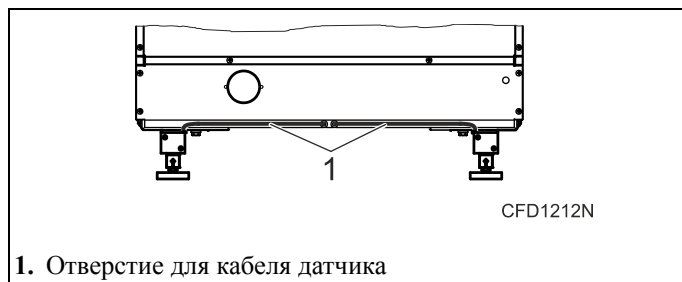

Рис. 16
7. Вставьте кабели датчиков в предусмотренные отверстия. См. Рис. 16.